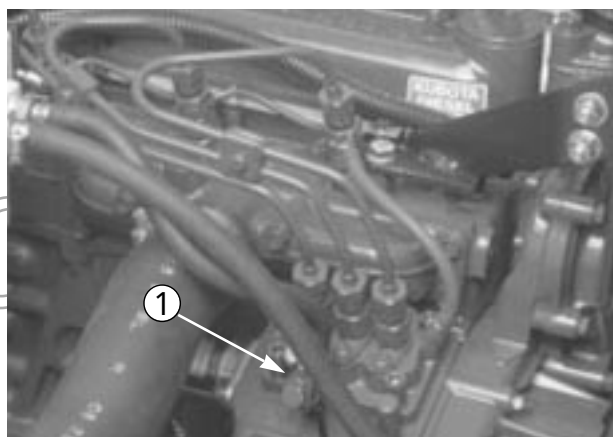

図29
3. 12 mm レンチを使って、燃料噴射ポンプに付いているエア抜きネジ (図29) をゆるめる。